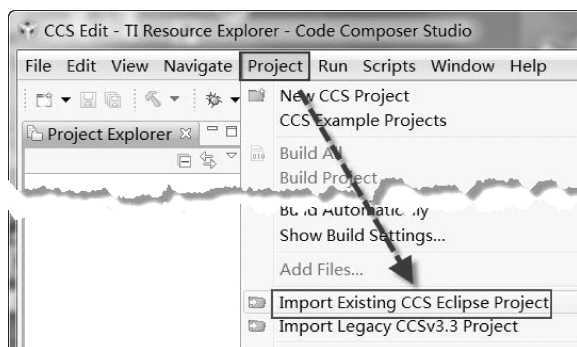

图 1-5 选中 Import Existing CCS
2) 导入库函数。在主菜单栏的 Project 下拉菜单中选择 Import Existing CCS Eclipse Project 子菜单，在弹出的对话框中按 Browser 按钮寻找并导入 driverlib（驱动库）、usbllib（usb 库）和 grlib（图形库）库函数，同时选中 Copy project into workspace 选项，如图 1-5、1-6 所示。